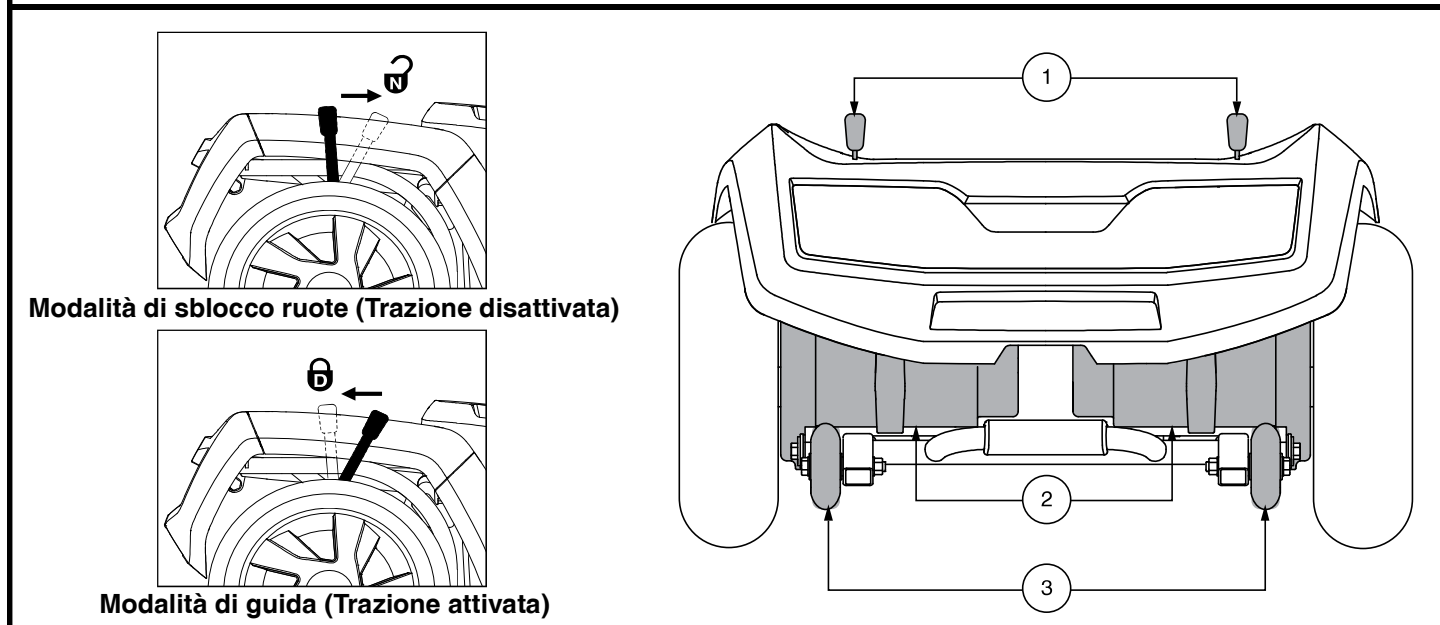
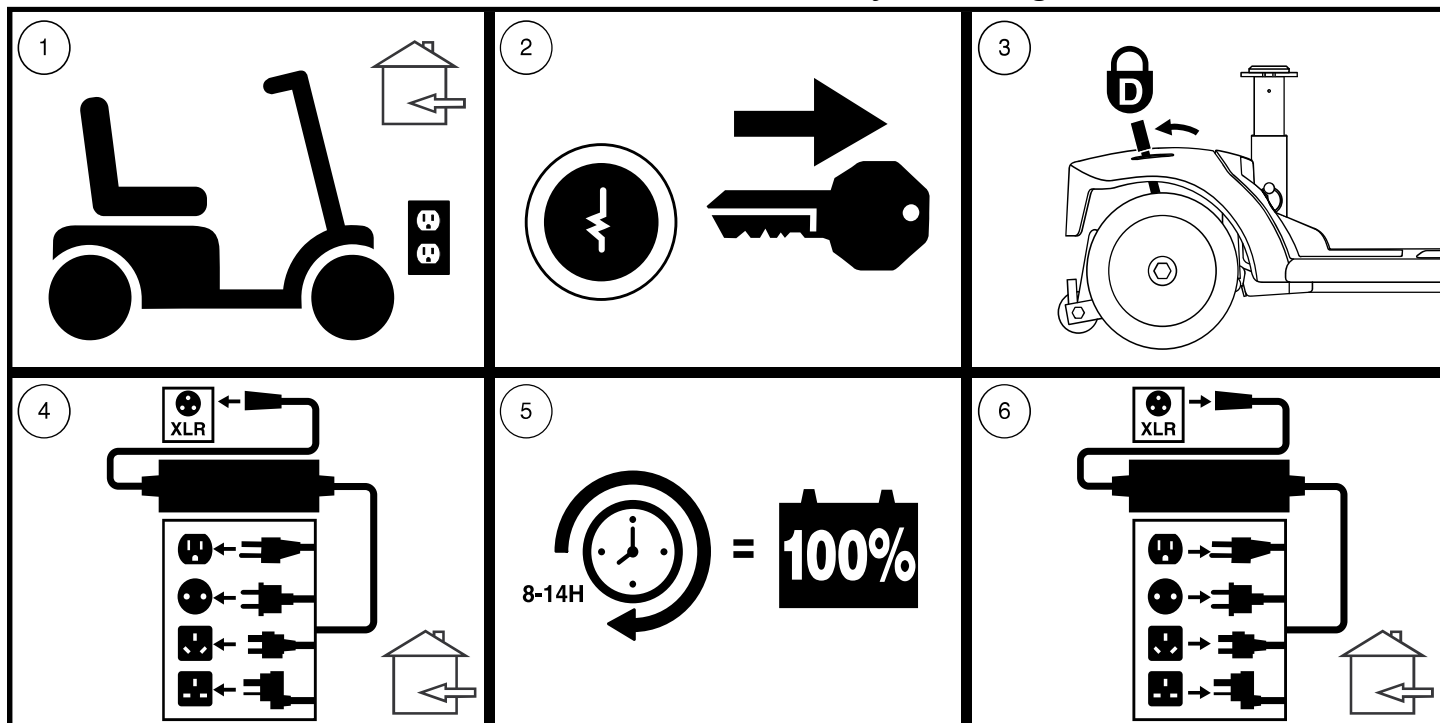

Figura 7. Sezione posteriore -710ZT
Figura 12. Schema delle procedure di ricarica della batteria
La miniscoter è dotata di leva di sblocco ruote manuale su ciascun motore. Le leve di sblocco ruote manuale consentono di disattivare il freno del motore per manovrare manualmente la miniscoter. **Vedere figura 7.**
1. Individuare le leve nella parte posteriore della base elettronica. **Vedere figura 7.**
**NOTA:** Per il modello 710ZT, le leve di sblocco ruote manuali funzionano nella direzione opposta (vedere figura 7). Pertanto, per la fase 3 della figura 12, le leve devono essere spinte in avanti per attivare la modalità di guida.